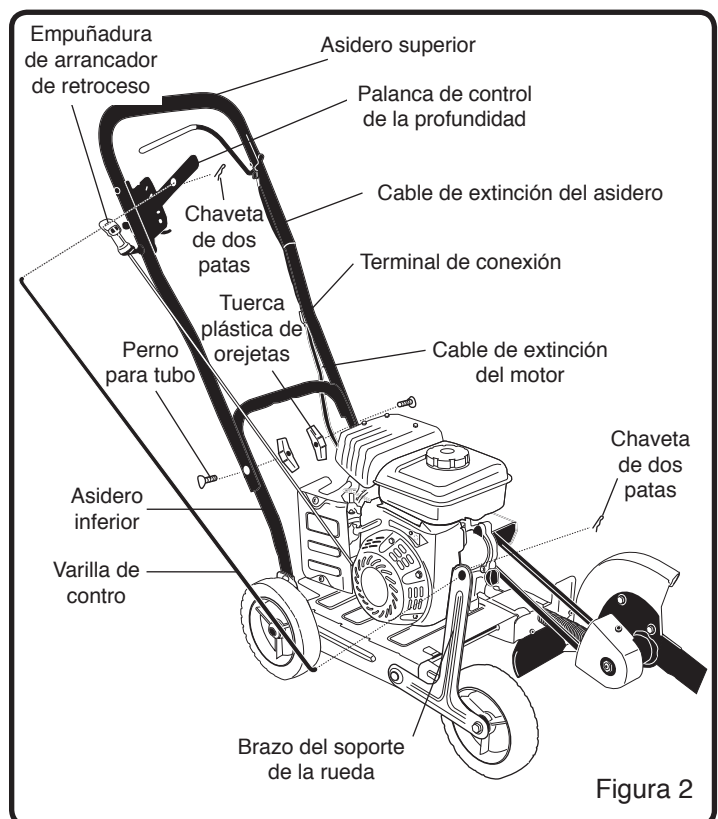

Figura 2
**NOTA:** Consultar la Figura 2 al seguir los pasos enumerados a continuación:
1. Montar el asidero superior sobre el asidero inferior con los dos (2) pernos para tubo y las dos (2) tuercas plásticas de orejetas (Véase la Figura 2). Apretar firmemente a mano las tuercas de orejetas.